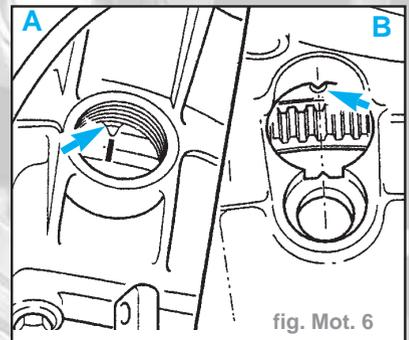

fig. Mot. 6
- pour boîte de vitesses manuelle (fig. Mot. 6)